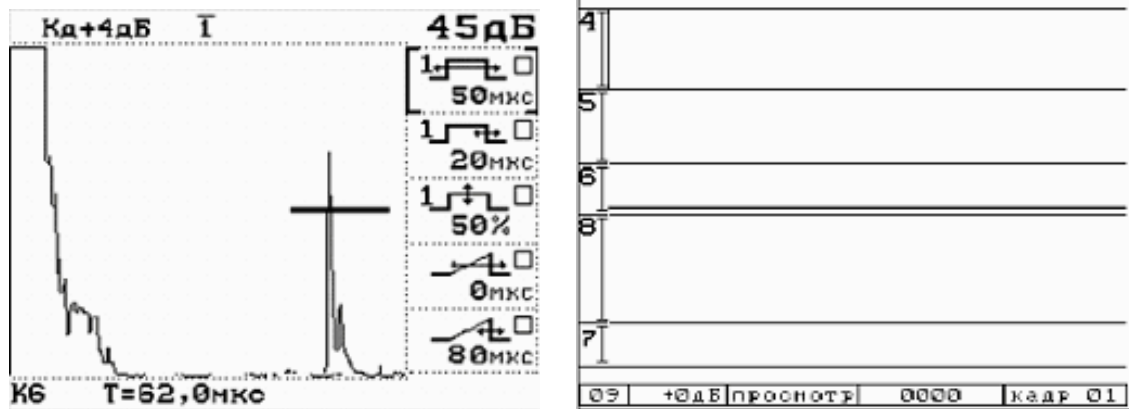

Рисунок 7.2 – Донный сигнал в канале 6 на экране дефектоскопа в форматах «А-КОМБИНИРОВАННЫЙ» и «В-РАБОЧИЙ»
2. Косвенным признаком акустического контакта является наличие донного эхо-сигнала (сигнала от противоположной УСО-1 предподступичной части оси) в канале б (рисунок 7.2).